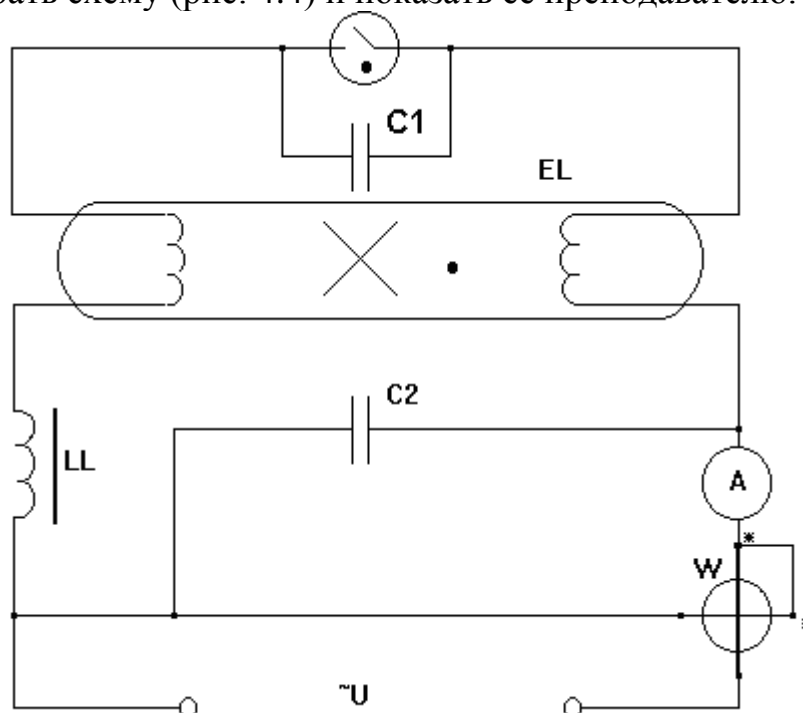

Рисунок 4.4 – Схема исследования люминесцентной лампы
1.5 Собрать схему (рис. 4.4) и показать ее преподавателю.
1.6 Выполнить указание п.1.4 для люминесцентной лампы (рис. 4.4) и данные записать в таблицу 4.1.